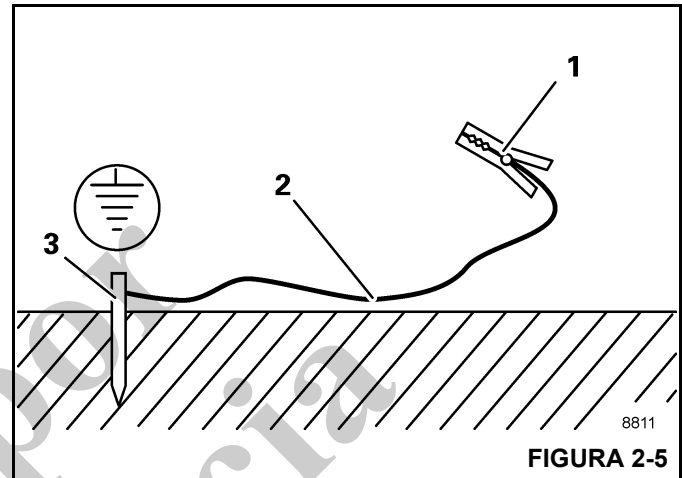

FIGURA 2-5
1. Entierre una varilla de metal (3, Figura 2-5) (de aproximadamente 2.0 m (6.6 pies) de largo) al menos 1.5 m (5 pies) en el suelo.
2. Humedezca la tierra alrededor de la varilla de metal (3) para obtener una mejor conductividad.